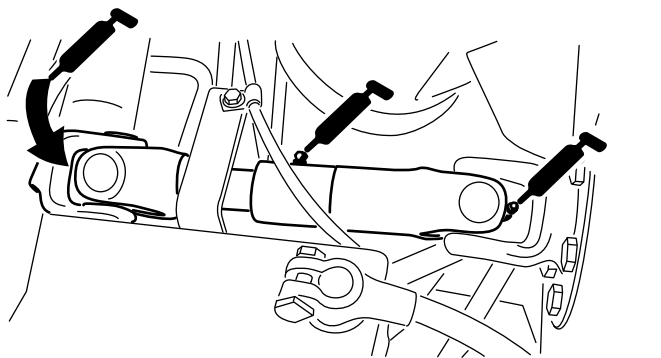

Bild 38
- U-Gelenk der Pumpenantriebswelle (3) (Bild 38)